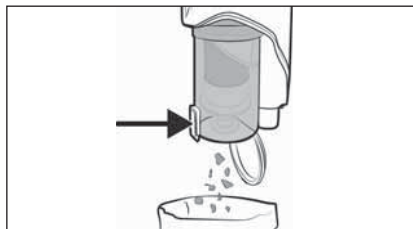

Fig. 21
- 1) Sostenga el depósito de suciedad **7** sobre el cubo de la basura y pulse el botón de desencastre de la tapa del depósito de suciedad **8**. Tras esto, se abre la tapa del depósito de suciedad **9** y el contenido cae al cubo de la basura (consulte la fig. 21). A continuación, cierre la tapa del depósito de suciedad **9**.